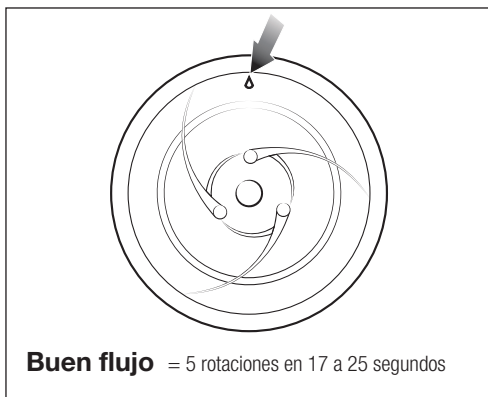

Figura 8. Indicador de velocidad de las ruedas
4. Localice el indicador de velocidad de la rueda **derecha** (Figura 8).